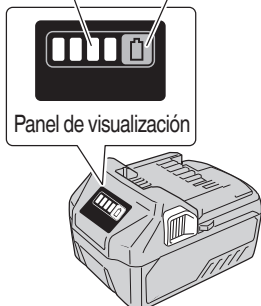

Fig. 12
9. Indicador de batería restante. Puede comprobar la capacidad restante de la batería presionando el interruptor del indicador de batería restante para encender la lámpara indicadora. (Fig. 12, Tabla 5) Se recomienda utilizar el indicador de batería restante como guía dado que hay ligeras diferencias tales como la temperatura ambiente y el estado de la batería. Asimismo, el indicador de batería restante podría variar de aquellos equipados en la herramienta o en el cargador.